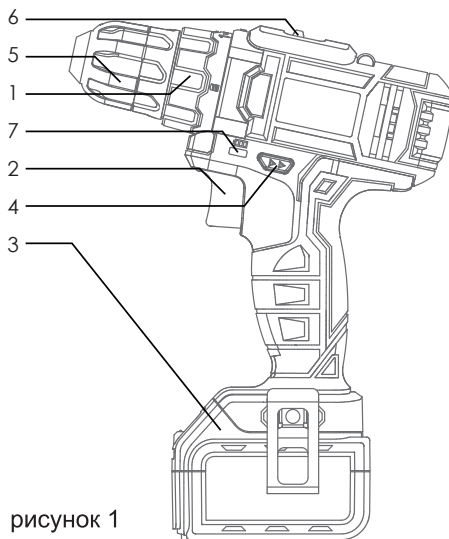

рисунок 1
5.1.3 Установите необходимый крутящий момент с помощью кольца регулятора момента затяжки (1) (см. рисунок 1).
5.3 Для включения изделия нажмите на клавишу выключателя (2) (рисунок 1). Для отключения изделия следует клавишу отпустить. Регулировка скорости вращения патрона осуществляется степенью нажатия на клавишу выключателя.